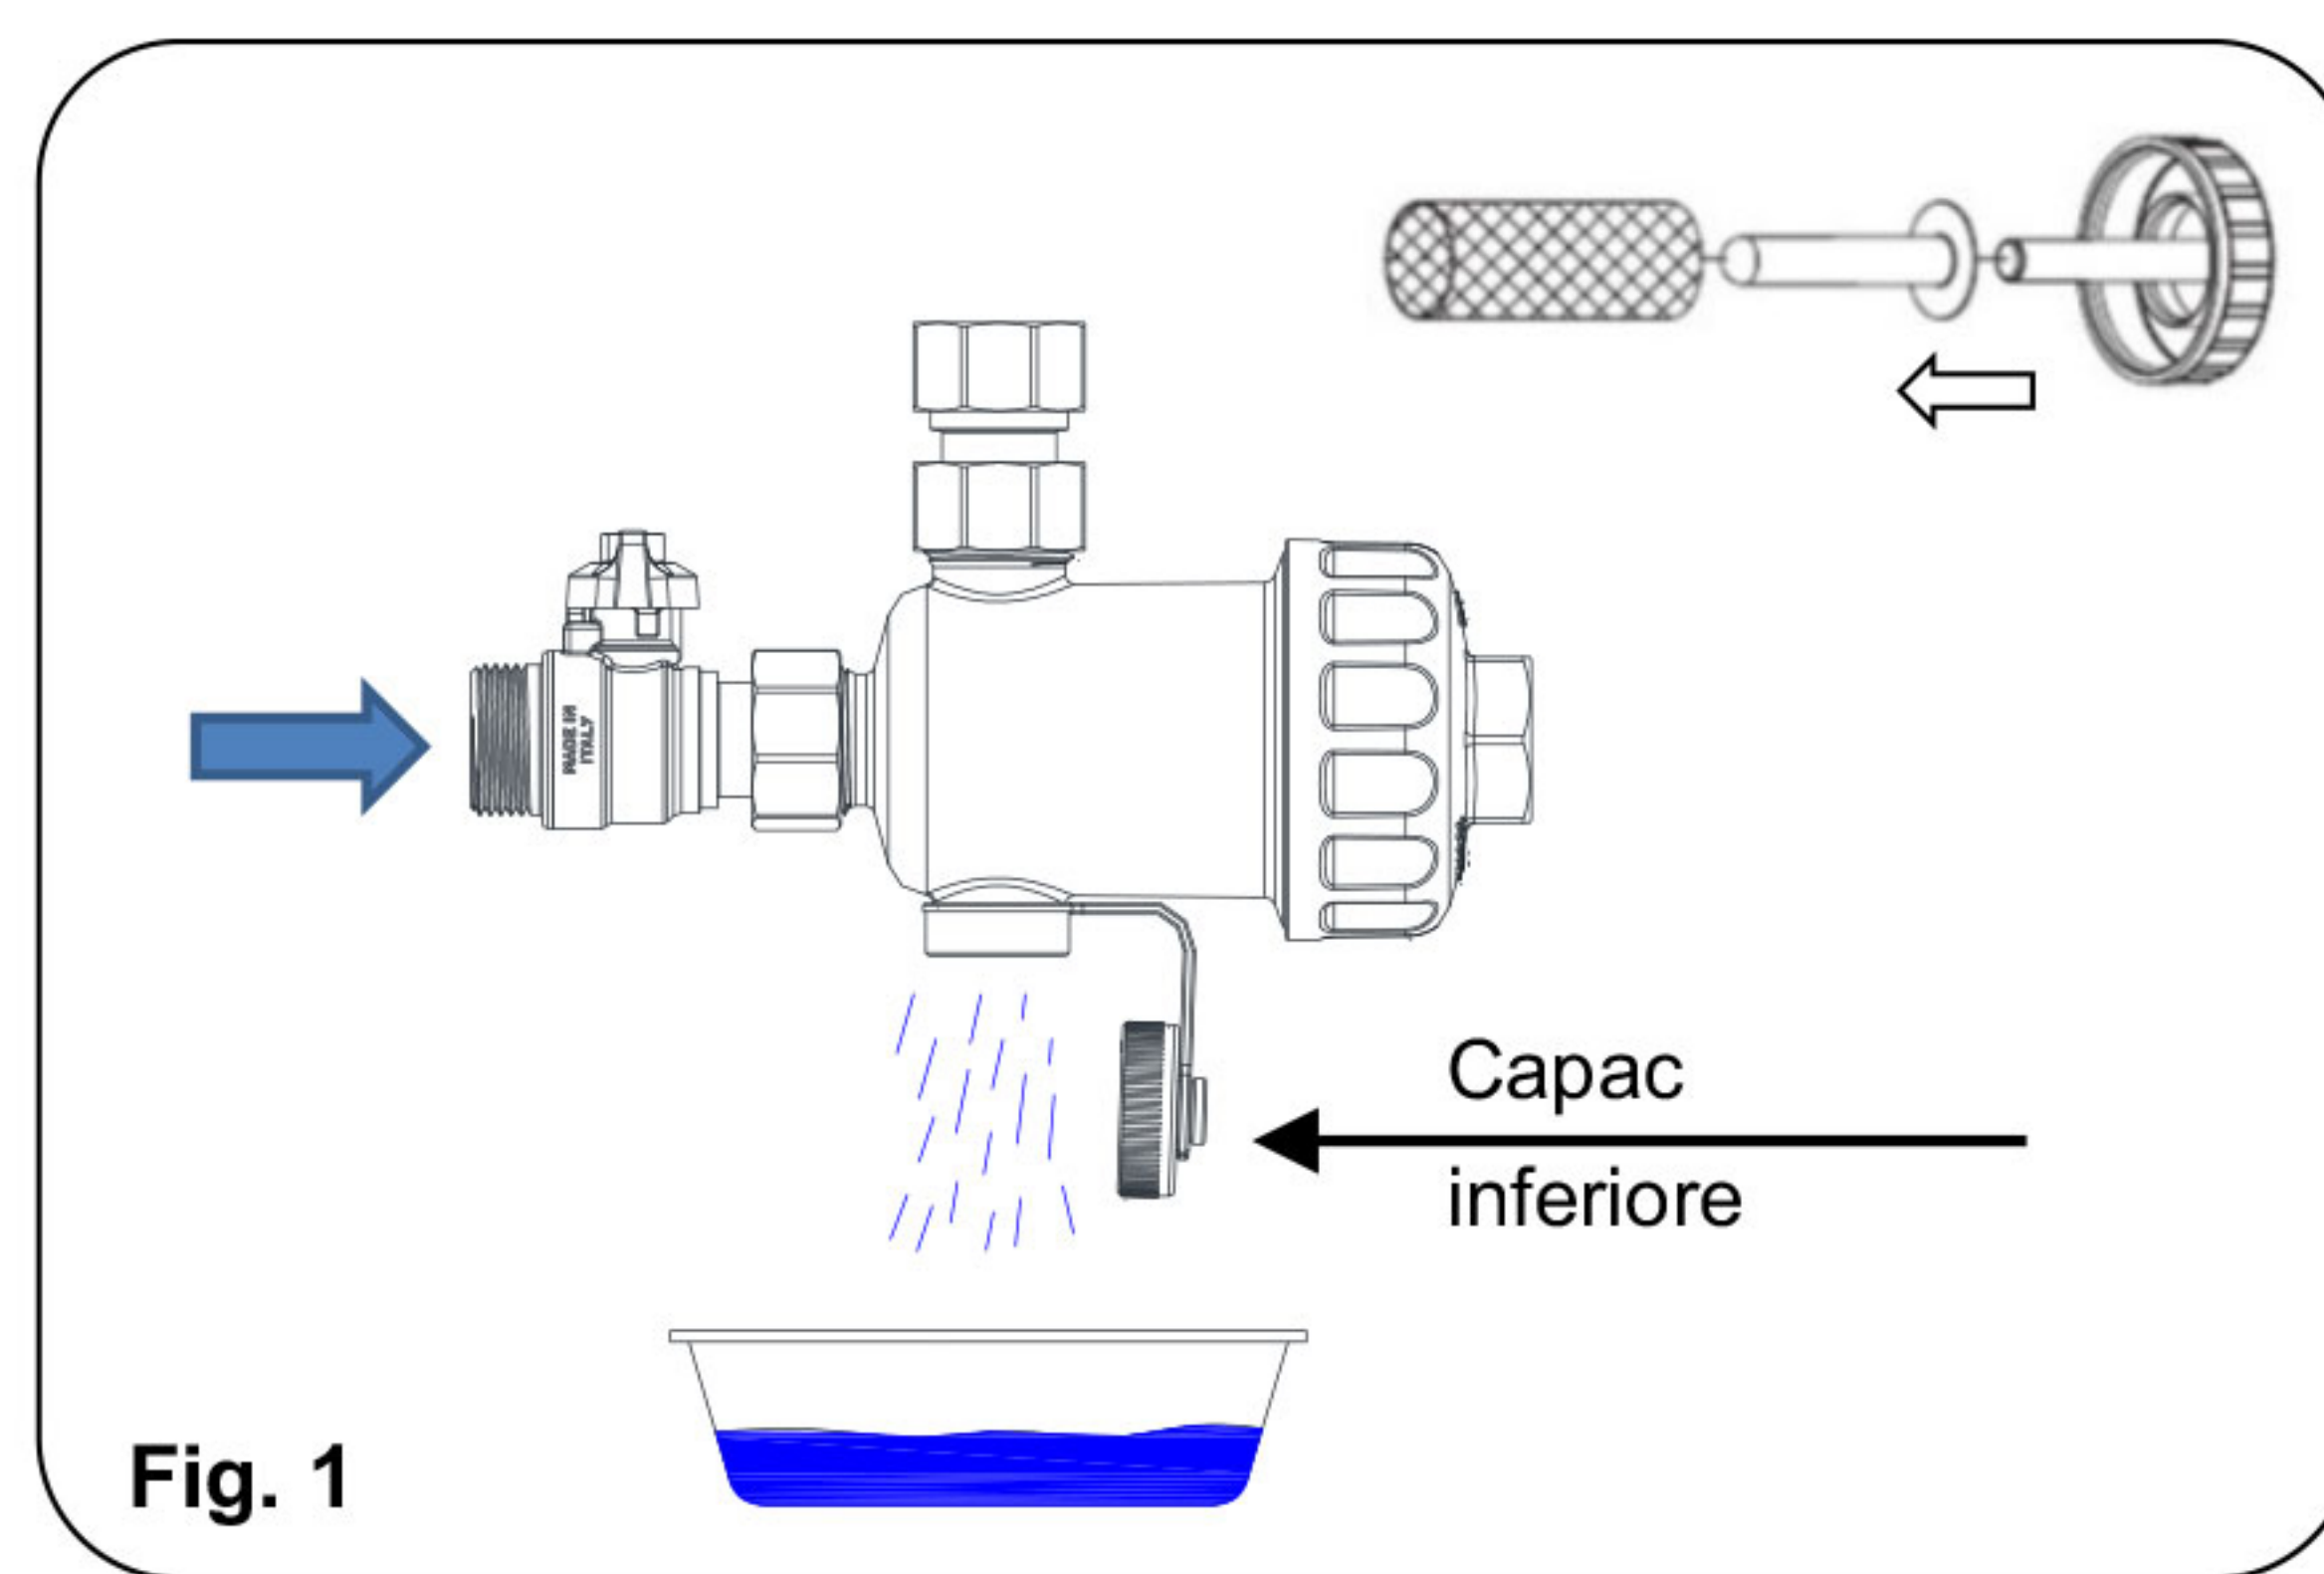
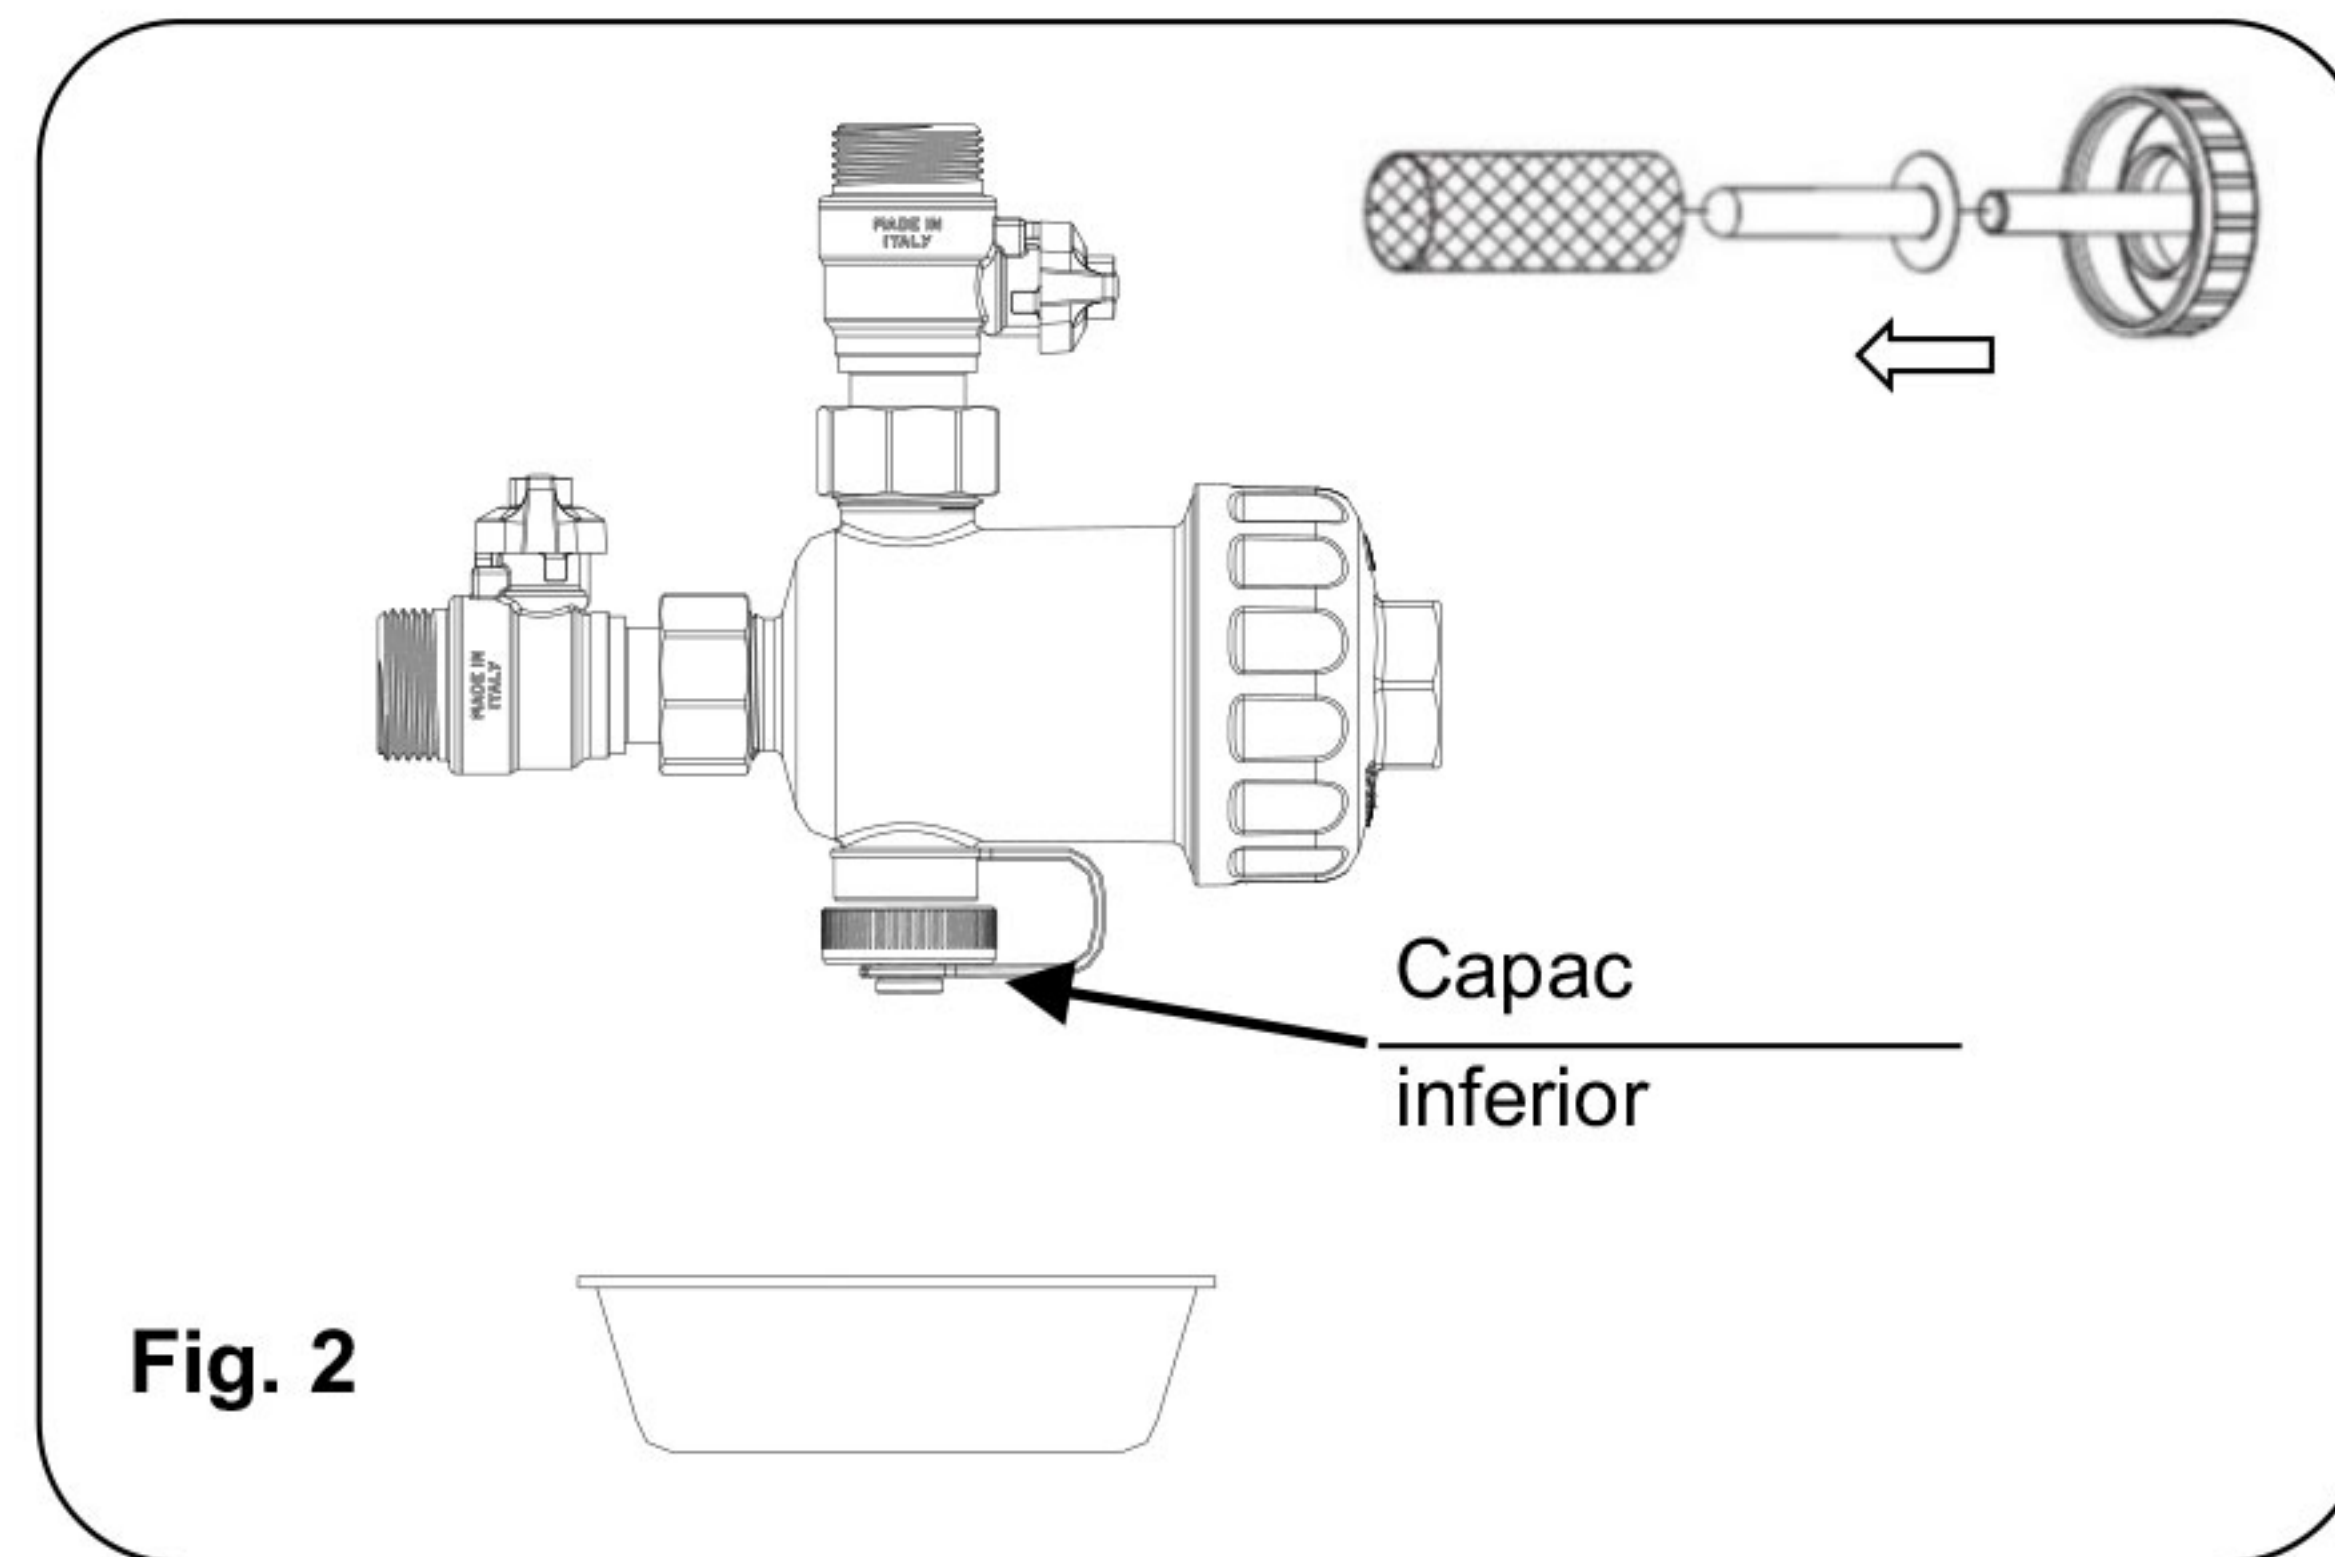
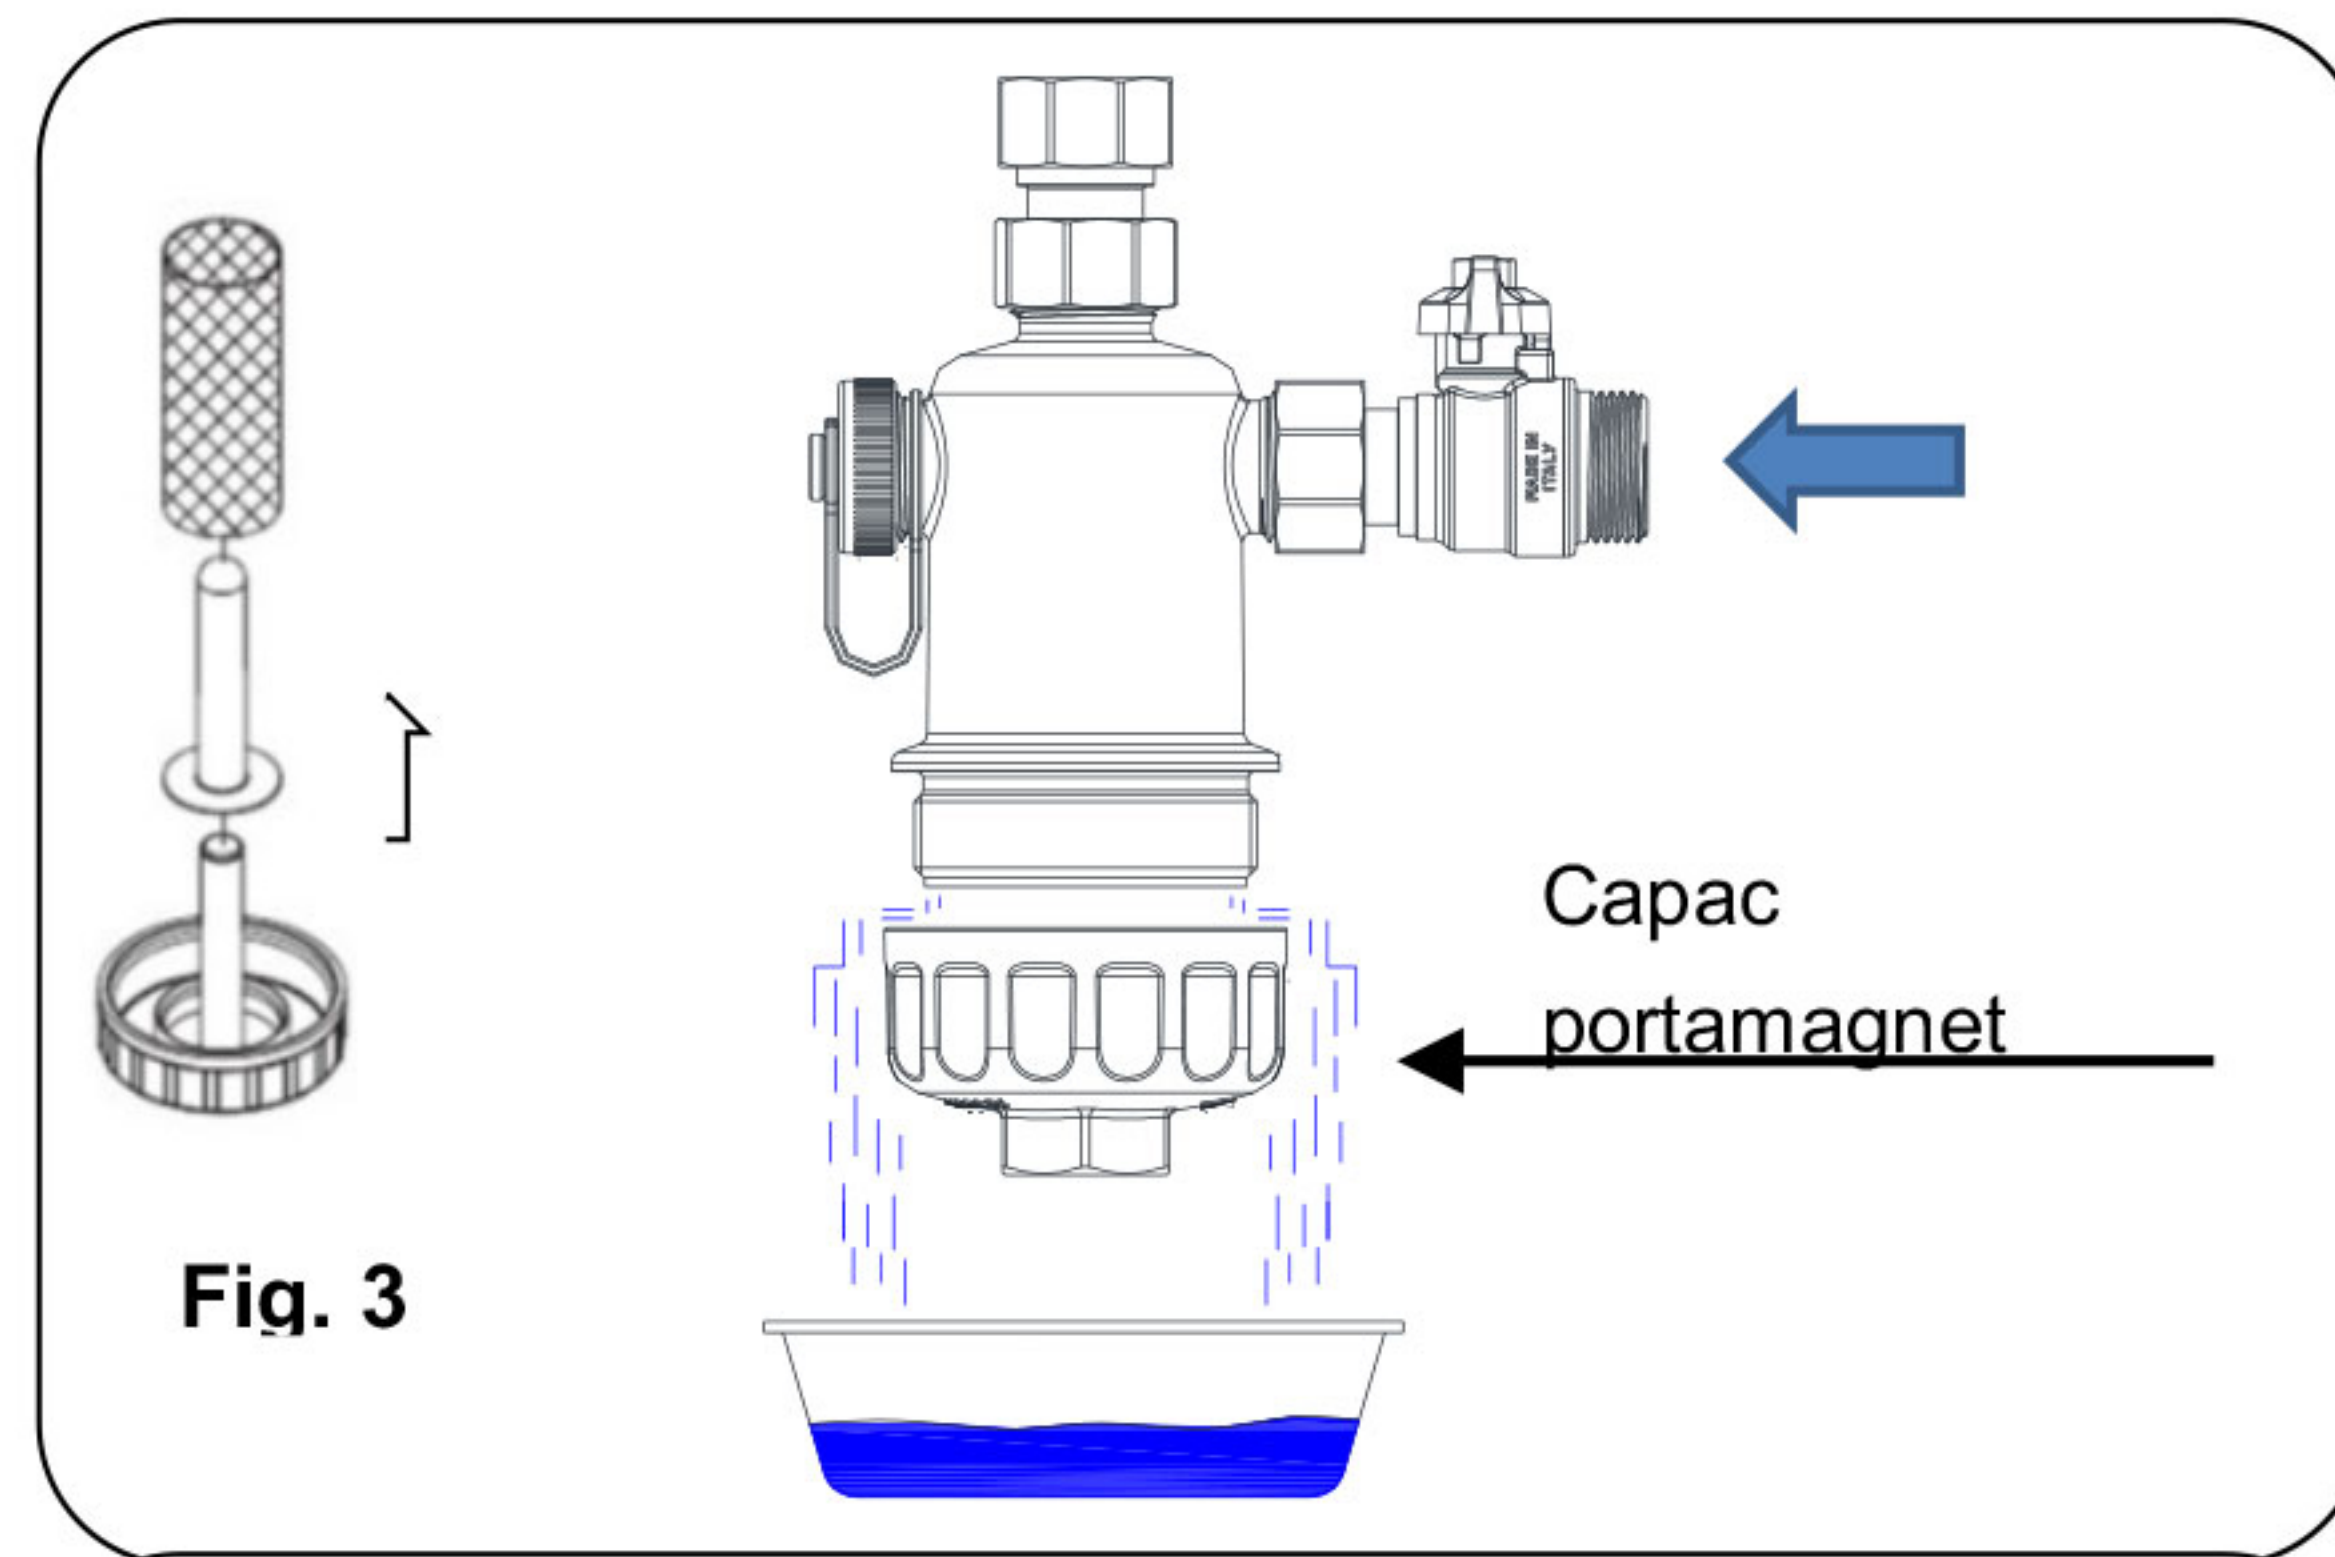
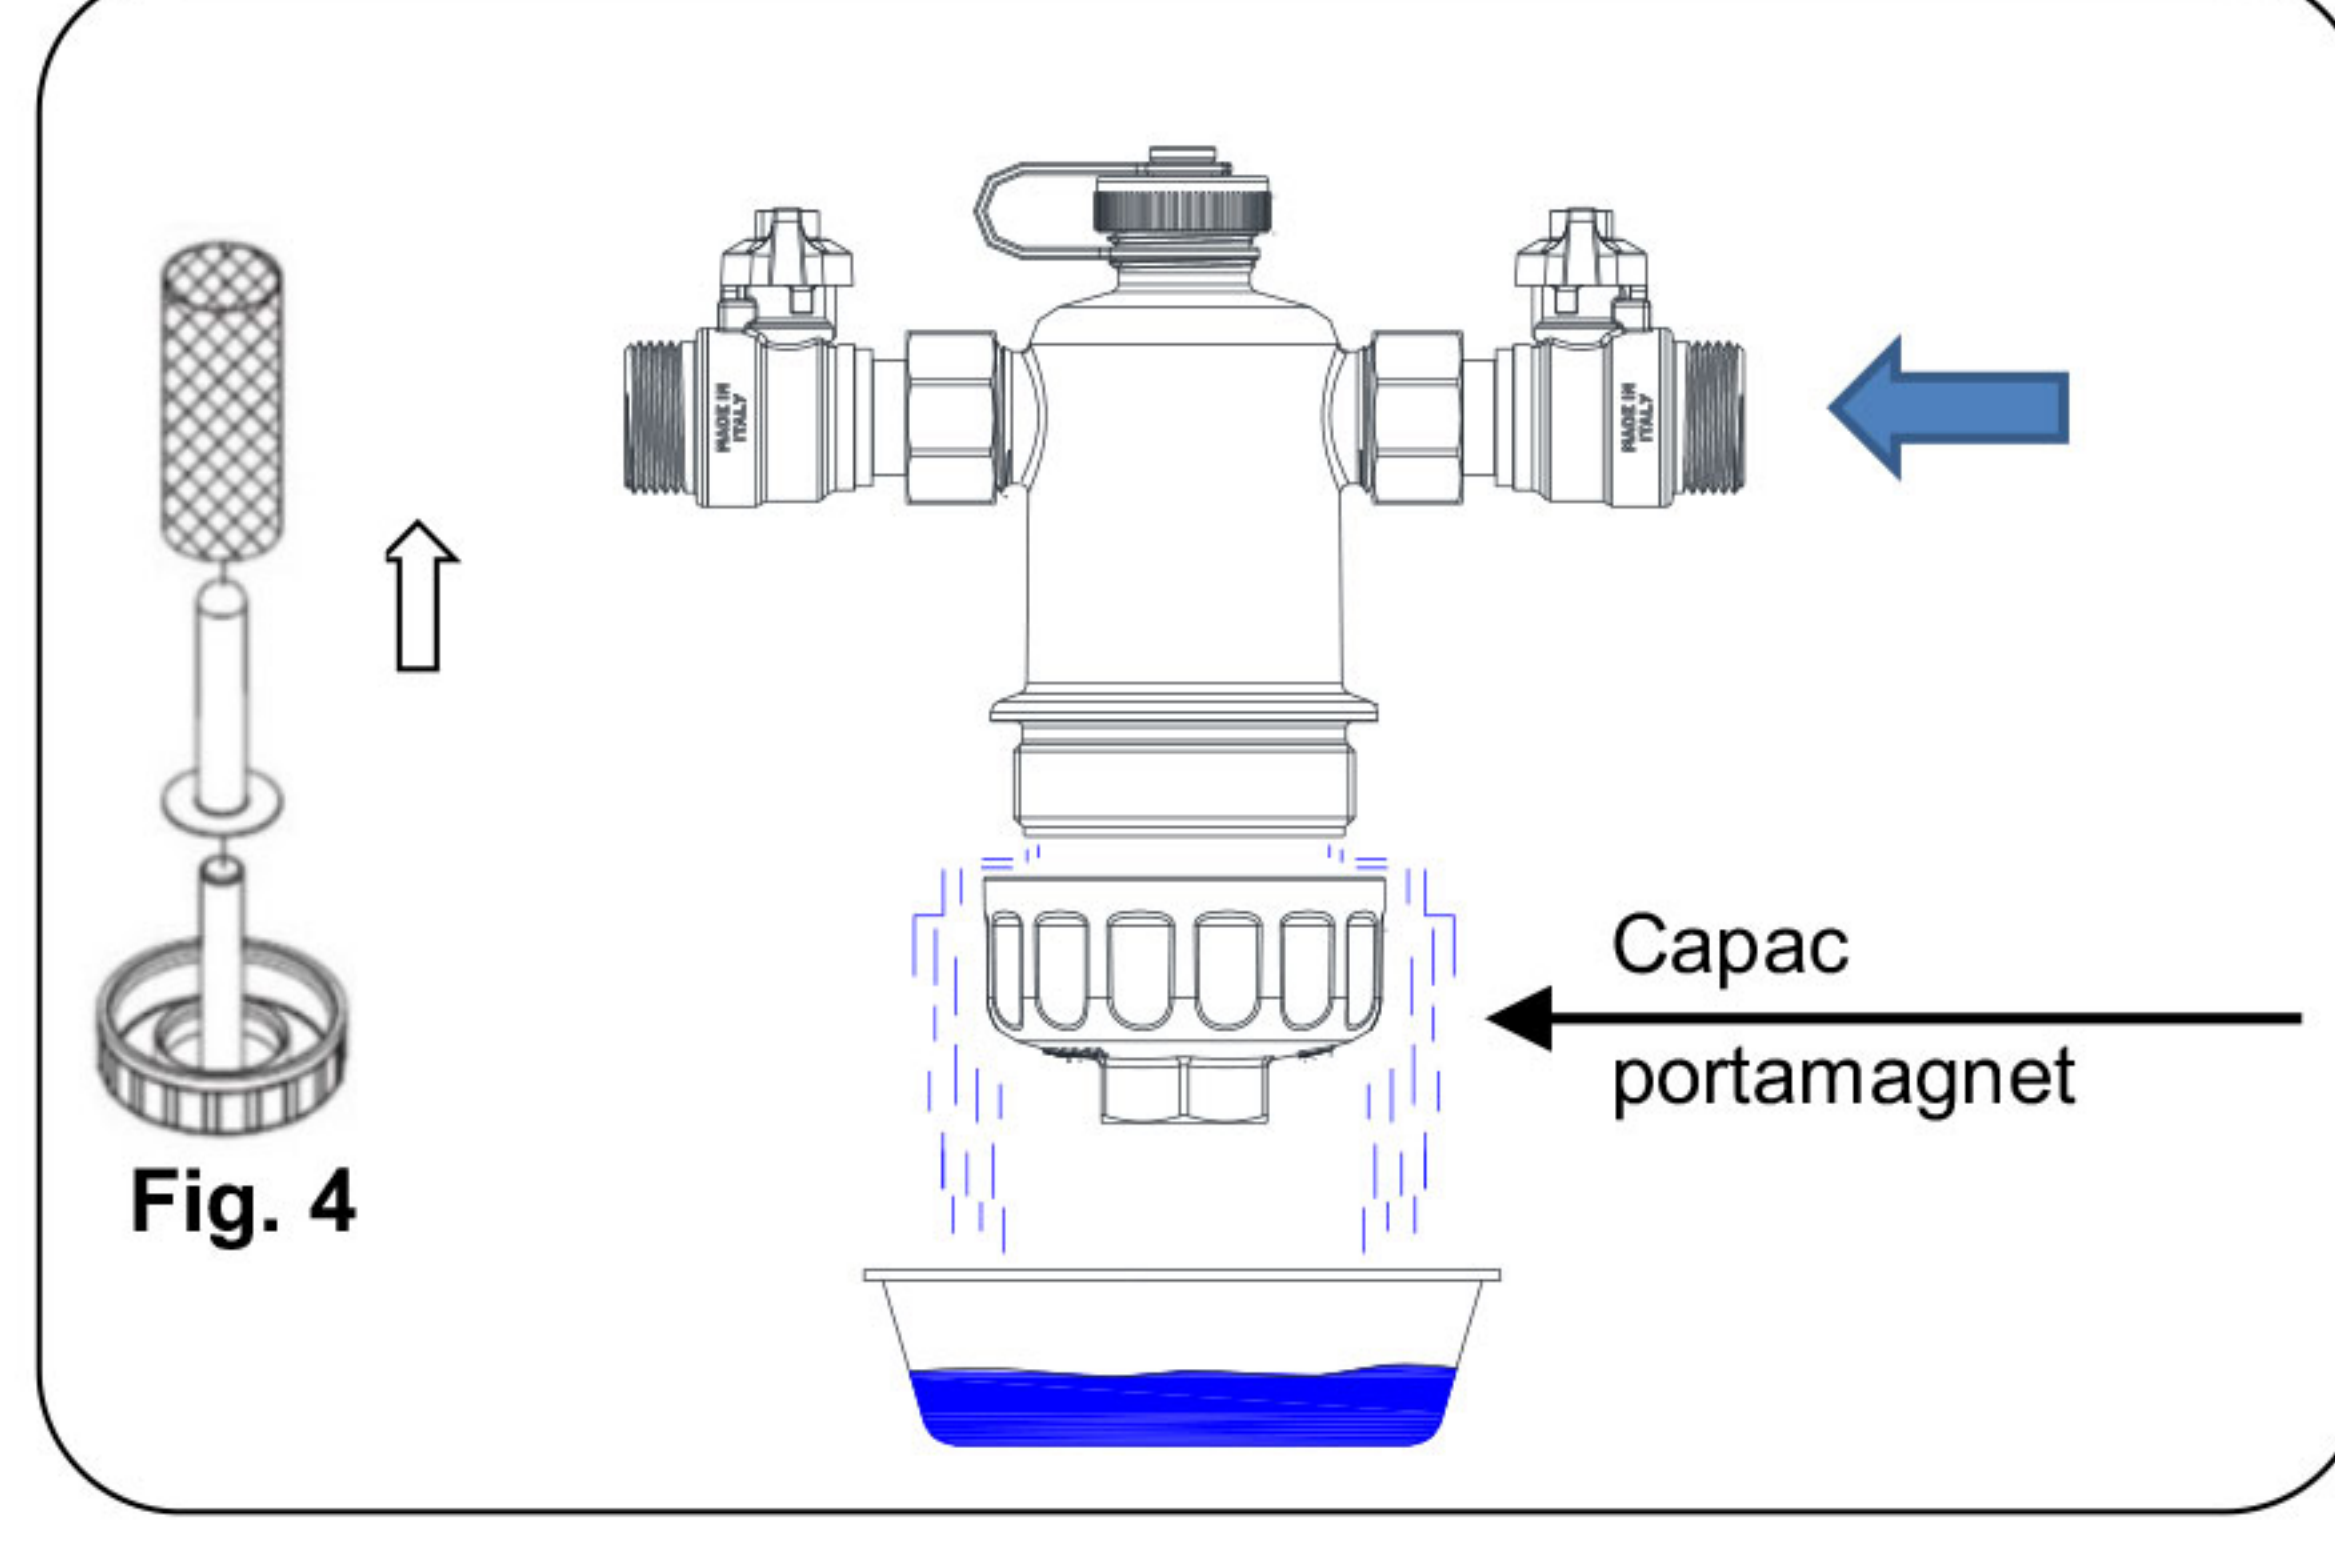

Fig. 1
Fig. 2
Fig. 3
Fig. 4
Desurubati cu atentie capacul inferior. Apa va incepe sa se goleasca treptat (Fig. 1 / Fig. 2).
In cazul instalarii filtrului in pozitie verticala (Fig. 3 , Fig. 4), desurubati direct capacul port-cartus/magnet , daca este cazul folosind o cheie de 29 mm. Asigurati-va ca apa va curge intr-un vas de dimensiune potrivita.
**Nota:** In configuratiile din Fig. 2 si Fig. 4, izoland abii robineti cu bila este posibila demontarea filtrului de pe instalatie pentru curatare.